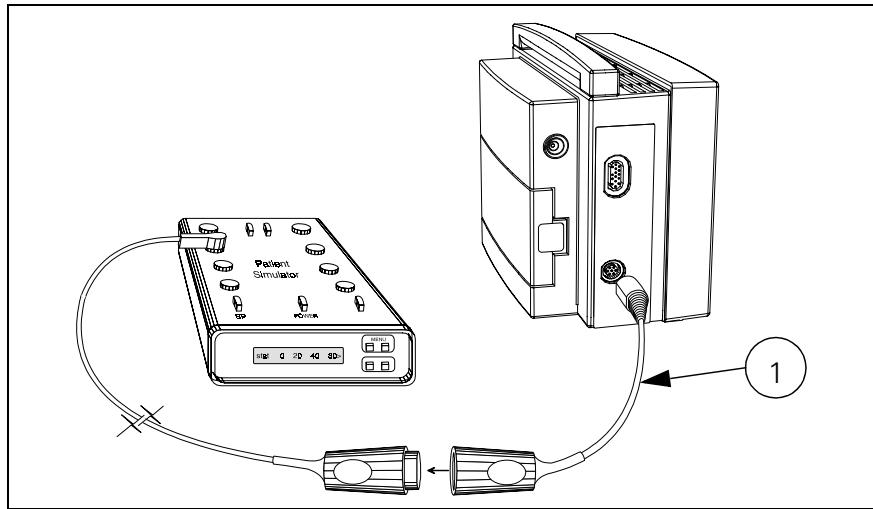

Abbildung 5-2 IBP-Testaufbau
- 1) Verbinden Sie den IBP-Ausgang mit Hilfe des Adapterkabels ①, Bestellnummer 33 68 383 E530U, mit dem IP-Eingang an der linken Seitenplatte des Monitors (siehe Abbildung 5-2 auf Seite 119).